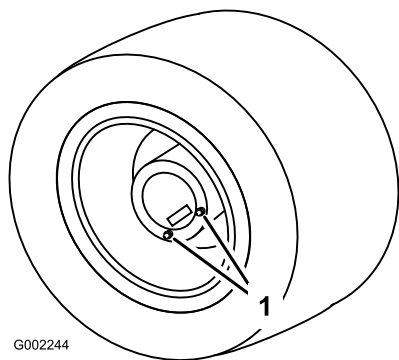

図 46
1. 平らな場所で、点検/ドレン・プラグが一番下の位置 (ドレン位置) にくるようにして駐車する図 46。
3. ドレン・プラグの下に容器を置き、プラグを外す (図 46)。